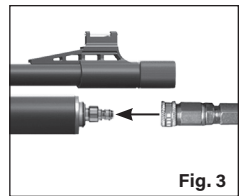

Fig. 3
- Encaixe o acessório de desconexão rápida do equipamento de enchimento no bocal de enchimento na espingarda de ar (Fig. 3).